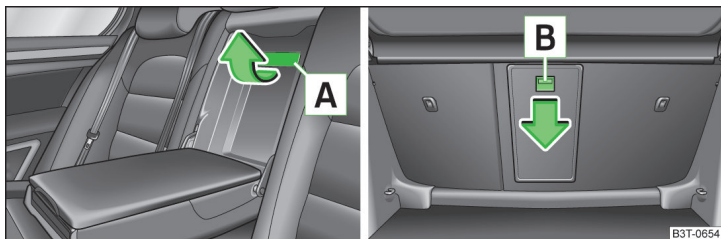

Fig. 97 Sièges arrière : poignée du couvercle/coffre à bagages : touche de déverrouillage
- Tirez la poignée **A** vers le haut jusqu'en butée dans le sens de la flèche et rabattez le couvercle vers le bas » fig. 97.
- Poussez la touche de déverrouillage **B** » fig. 97 dans le sens de la flèche et rabattez le couvercle avec l'accoudoir vers l'avant.
Veillez à ce que l'accoudoir soit bien enclenché après la fermeture. Ceci est reconnaissable au fait que la zone rouge au dessus de la touche de déverrouillage **B** » fig. 97 n'est plus visible depuis le coffre à bagages.